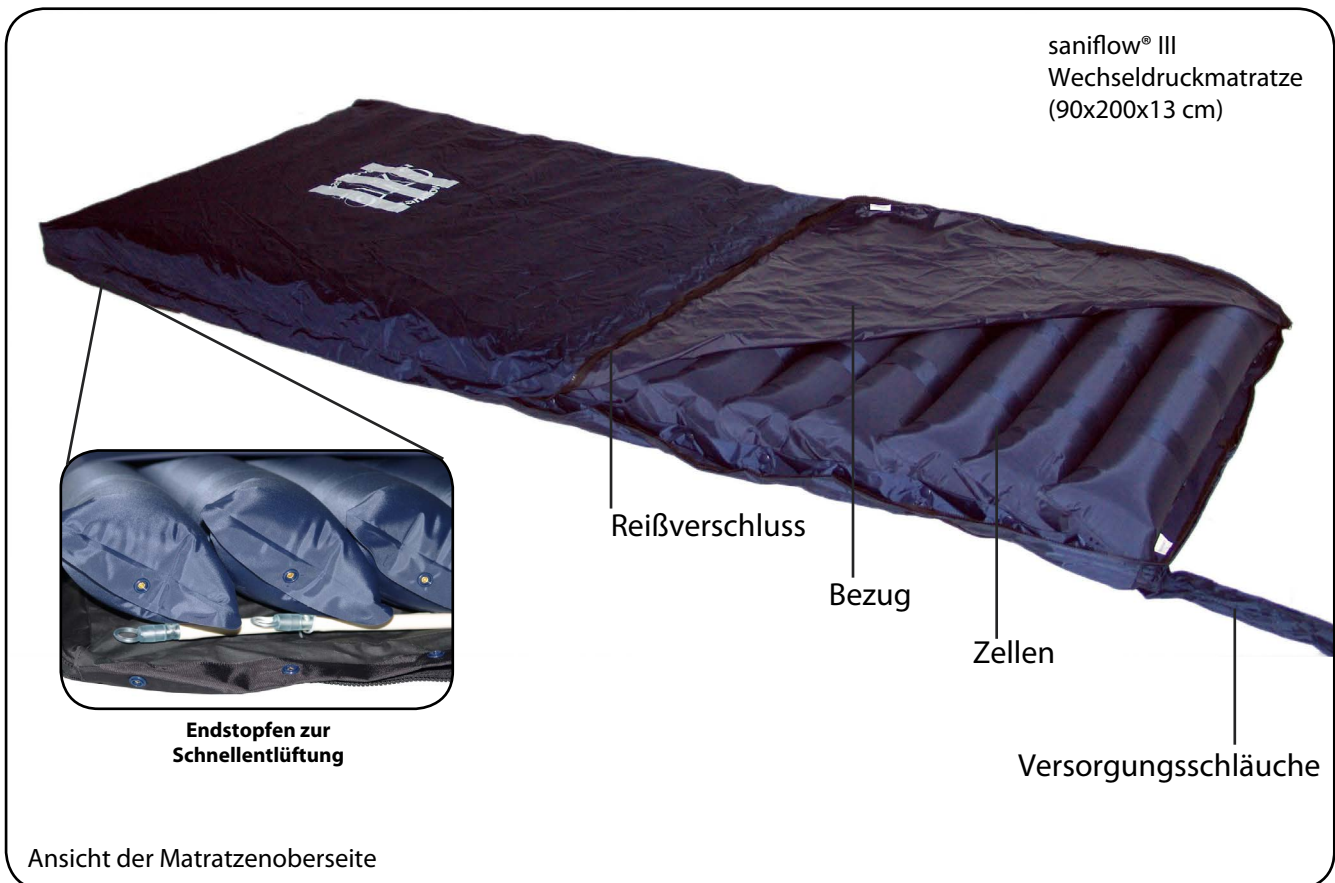

Abbildung 04
- Überprüfen Sie, ob die Zuleitungs- und Verteilerschläuche der Wechseldruckmatratze durch die Endstopfen vollständig geschlossen sind. Die Endstopfen befinden sich auf der rechten Seite am Kopfende der Wechseldruckmatratze (siehe Abbildung 04).